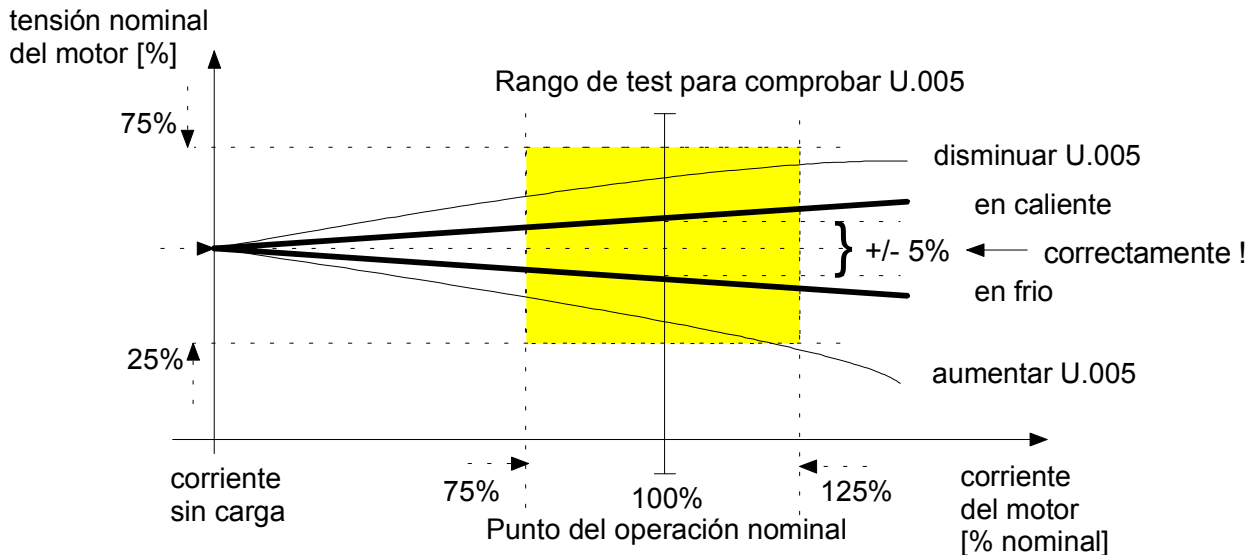

Figura 6-3: Tensión de motor versus deslizamiento forzado
6. Cuando el equipo esté en modo MARCHA (el LED de MARCHA, está encendido) comprobar los modos del display VOLTS, AMPS, y Hz, y verificar que se leen correctamente, también su carga. Comprobar el valor de la velocidad nominal de la placa del motor (U.005) como sigue, ver figura 6-3 en la página siguiente: